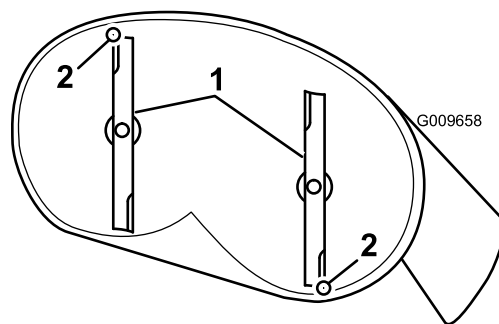

Figura 56
4. Rode cuidadosamente as lâminas para que estejam da frente para trás (Figura 56).
5. Meça da ponta da lâmina da frente até à superfície plana e da ponta da lâmina de trás até à superfície plana (Figura 56). Se a parte da frente da lâmina não estiver 1,6-7,9 mm mais baixa do que a ponta da lâmina de trás, ajuste a porca de bloqueio da frente.
8. Após o ajuste, volte a verificar a inclinação da frente para trás. Continue a ajustar a porca até que a ponta da lâmina da frente esteja 1,6-7,9 mm mais baixa que a ponta da lâmina traseira (Figura 56).